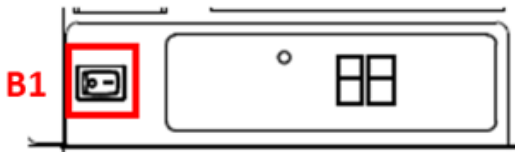

Abbildung 2: Taste B1
- Einschalten der Taste B1 für 2 Minuten (Abbildung 2). Nach 2 Minuten in die ursprüngliche Schalterstellung „0“ zurückkehren.